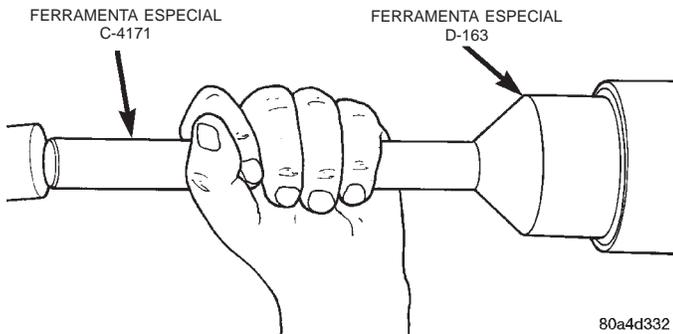

Fig. 13 Instalação da Vedação do Pinhão
(4) Aplique uma camada leve de lubrificante de engrenagem na presilha de vedação do pinhão. Instale a vedação com o Instalador D-163 e a Alça C-4171 (Fig. 13).